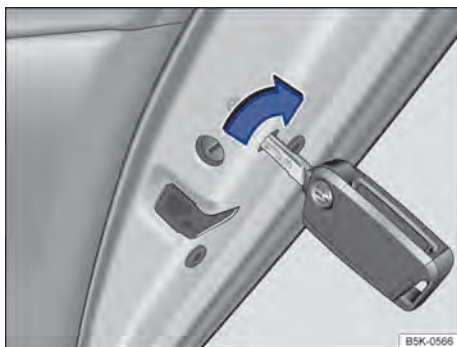
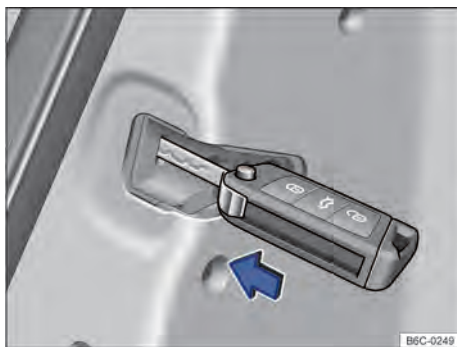

Fig. 52 Cierre de emergencia del vehículo con la llave del vehículo (variante 1).
Fig. 53 En las puertas, delantera derecha y traseras: bloqueo de emergencia del vehículo con la varilla metálica de la llave (variante 2).
Dependiendo del equipamiento del vehículo la ubicación del bloqueo de las puertas puede cambiar → fig. 52 o → fig. 53
- Colocar el paletón de la llave en la entrecara de llave → fig. 52 y girarlo. O
- Introducir el paletón de la llave en la entrecara vertical → fig. 53 y presionarlo.